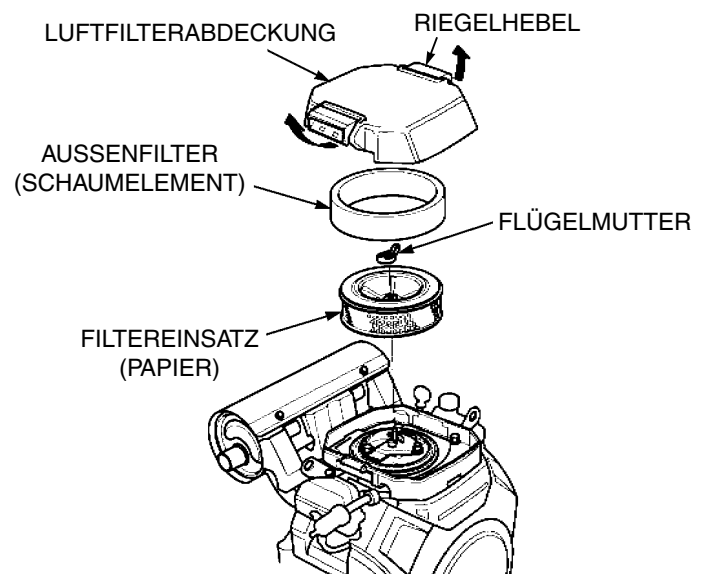

Abbildung 14. Luftfilterbauteile
1. Lösen Sie die Verriegelung (Abbildung 14) auf beiden Seite des Luftfilterdeckels und nehmen Sie den Deckel ab.